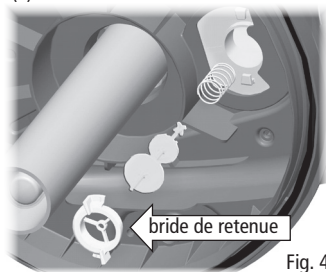
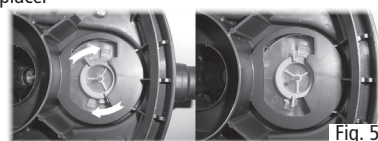

Fig. 4
Fig. 5
4. Soulever lentement les poignées de lavage (S) jusqu'à leur hauteur maximale au-dessus du filtre.
5. Enlever la tige de sécurité de la manette métallique de blocage (O). Déverrouiller cette manette.
6. Enlever le couvercle (G) en soulevant lentement les poignées de lavage (S) ou en l'ouvrant doucement par les côtés à l'aide d'un tournevis approprié à tête plate. **ATTENTION - Ne pas forcer les tiges de chaque côté pour ne pas endommager le filtre**
7. Enlever tous les blocs de mousse (M) en même temps, en soulevant le tube intérieur grillagé et le plateau de soutien des blocs de mousse (N).
8. Sortir les blocs de mousse (M) du cône et de son support (N), puis les rincer avec de l'eau du bassin ou les remplacer au besoin.
9. Rincer la masse filtrante biologique située dans la section inférieure du boîtier du filtre (Q) avec de l'eau du bassin ou la remplacer, au besoin. Le filtre Pressure-Flo 1000/3000 UVC n'a pas de module de masse filtrante biologique.
10. Nettoyer le boîtier du filtre (Q) avec de l'eau, en particulier autour du bord supérieur, là où est posée la bague d'étanchéité du couvercle (P).
11. Au besoin, nettoyer l'indicateur de nettoyage (U) après l'avoir désassemblé (la commande de sélection (V) doit être au « mode de filtration »). Suivre les étapes suivantes : 1) Enlever la bride de retenue en la faisant tourner en sens inverse des aiguilles d'une montre, 2) Retirer l'indicateur et son ressort. Rincer toutes les pièces dans l'eau et les réassembler avec soin (Fig. 4 et Fig. 5).